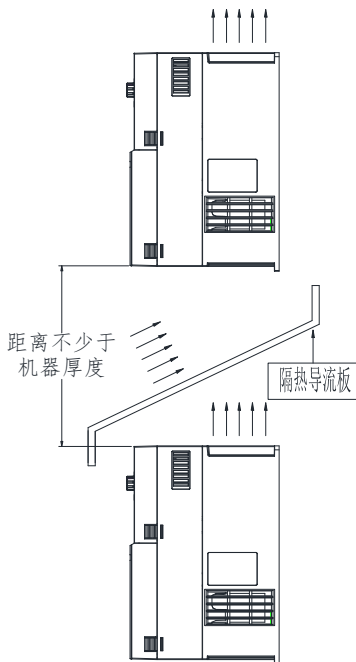

图3-2. CM800变频器安装示意图
- 1) 请垂直安装变频器，便于热量向上散发。但不能倒置。若柜内有较多变频器时，最好是并排安装。在需要上下安装の場合，请参考图3-2的示意，安装隔热导流板。